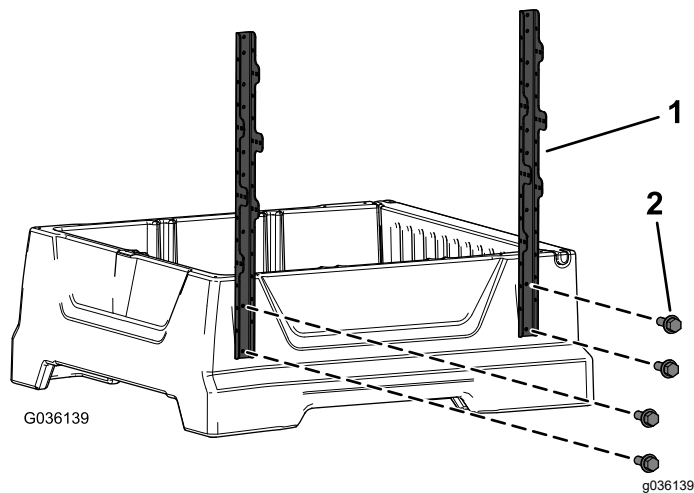

Figura 2
1. Instale provisionalmente los 2 soportes verticales laterales en la parte exterior de la plataforma de carga con 4 tornillos de cabeza hexagonal (1/4" x 3/4"), tal y como se muestra en la Figura 2.